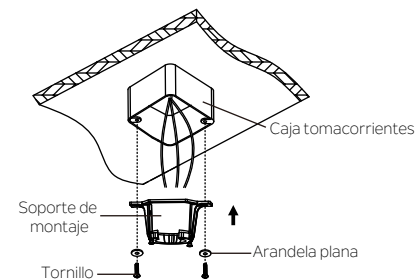

Fig. 5
**Paso 1 .** Antes de conectar el ventilador a la caja tomacorrientes (no está incluido), debe comprobar de que la caja tomacorrientes esté firmemente sujeta en al menos dos puntos a un miembro de techo estructural (una caja suelta hará que el ventilador se tambalee). Pase los cables de suministro de 120 voltios desde la caja tomacorrientes del techo a través del centro del soporte de montaje en el techo. Instale el soporte de montaje en la caja tomacorrientes en el techo con los tornillos y arandelas incluidos con la caja tomacorrientes (Fig. 5)